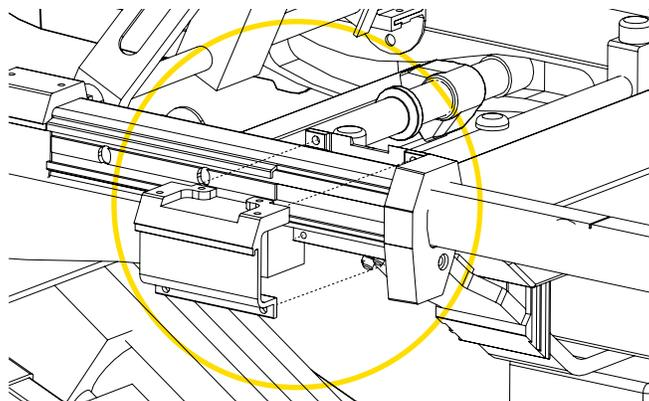

Figure 6: Préparation de la civière - Retrait de la partie extérieure du bloc d'ancrage
12. Retirer la partie extérieure du bloc d'ancrage (4 vis; Figure 6). Elle ne sera pas réutilisée pour cet assemblage spécifique.